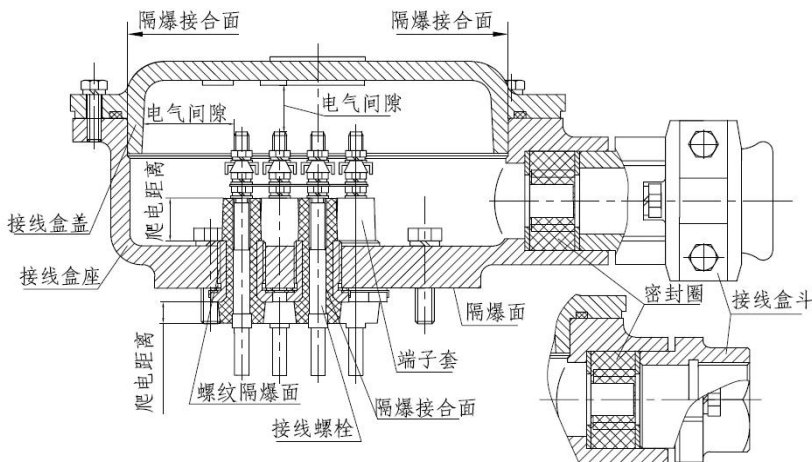

图 2 接线盒结构
- 5.3 本系列电动机主体结构见图 1，接线盒结构见图 2。